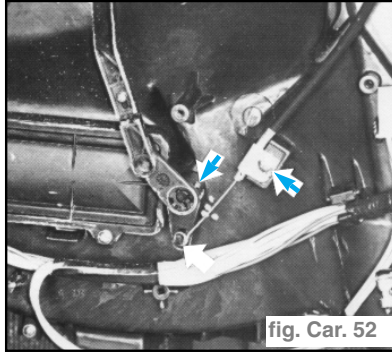

fig. Car. 52
- Déposer les leviers d'actionnement du volet de mélange et débrancher le câble de transmission souple du brassage. (fig. Car. 52)